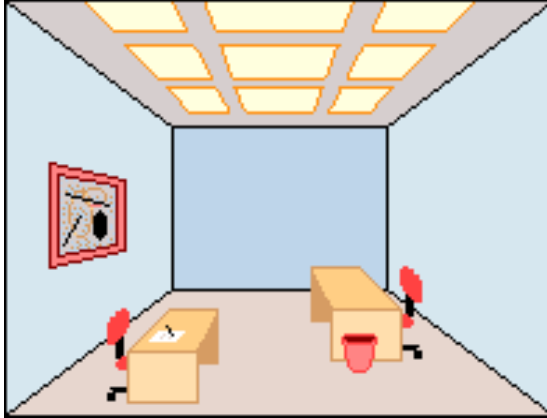

Figura 55. Alumbrado general.
- Alumbrado general: proporciona una iluminación uniforme sobre toda el área a iluminar. Se usa habitualmente en oficinas, centros de enseñanza, fábricas, comercios, entre otros. Este se consigue distribuyendo las luminarias de forma regular por todo el techo del local. Ver **Figura 55**.